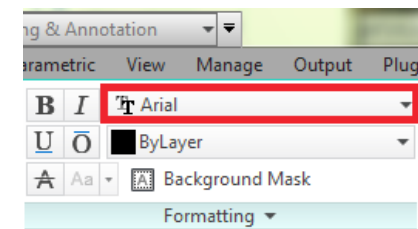

Рис. 77 Настройка цвета текста
- **Font color (Цвет шрифта).** В этом разделе в выпадающем списке можно выбрать цвет текста (Рис. 77).